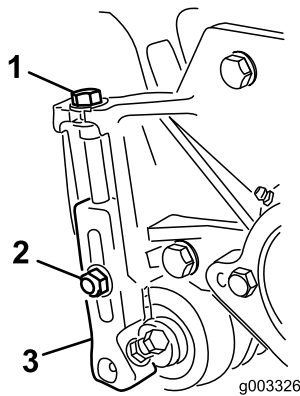

図 10
3. 刈り高ブラケットをカッティングユニットのサイドプレートに固定しているロックナットをゆるめる 図 10。